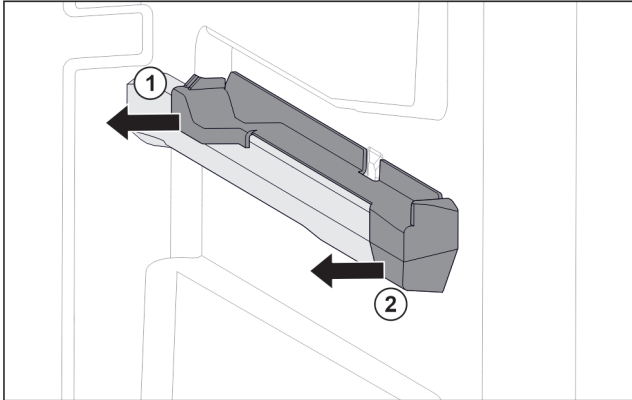

Fig. 82 Aufsteckteil auf der rechten Behälterrippe
- ▶ Aufsteckteil hinten zur Seite abziehen. Fig. 82 (1)
- ▶ Aufsteckteil vorne zur Seite abziehen. Fig. 82 (2)